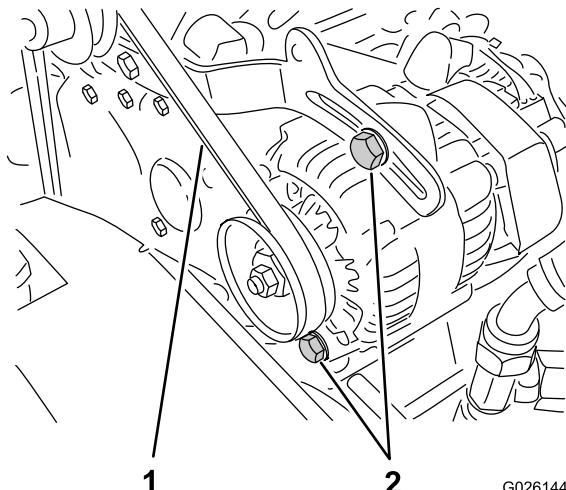

図 58
2. クランクシャフトとオルタネータのプーリ間の中央でベルトを指で押してベルトの張りを点検する押す力は10kg程度(図 58)。
- A. オルタネータの取り付けボルト2本をゆるめる図 58。
- B. エンジンとオルタネータの間にバールを入れて適當な張りに調整し、取り付けボルトを締め付ける図 58。